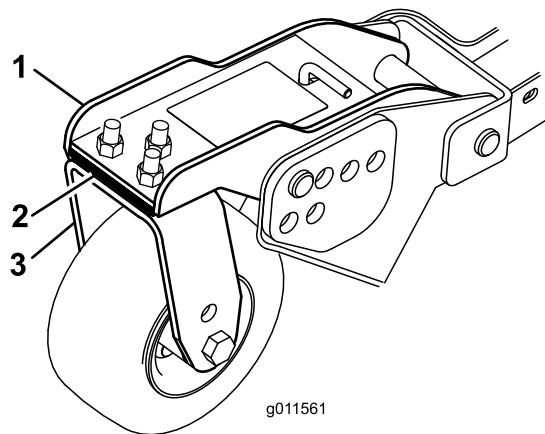

Рисунок 27
3. Отрегулируйте количество 3-миллиметровых регулировочных прокладок на рычаге (рычагах) передних поворотных колес так, чтобы высота скашивания соответствовала указанному на наклейке значению (Рисунок 27).
переднего внутреннего поворотного колеса на боковой деке газонокосилки (Рисунок 27).